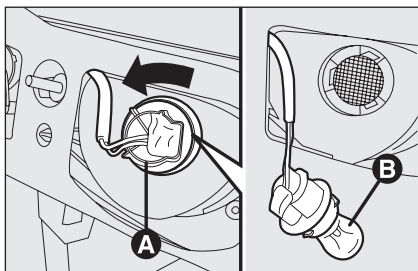

fig. 35
- ☐ ruotare in senso antiorario il portalampada **A-fig. 35**, estrarre la lampada **B** e sostituirla;